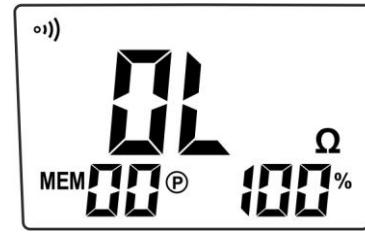

Fig. 5
4. Al término de la secuencia de encendido, en condiciones de funcionamiento normal se muestra en el visualizador la pantalla de la Fig. 5 asociada a un sonido continuo.